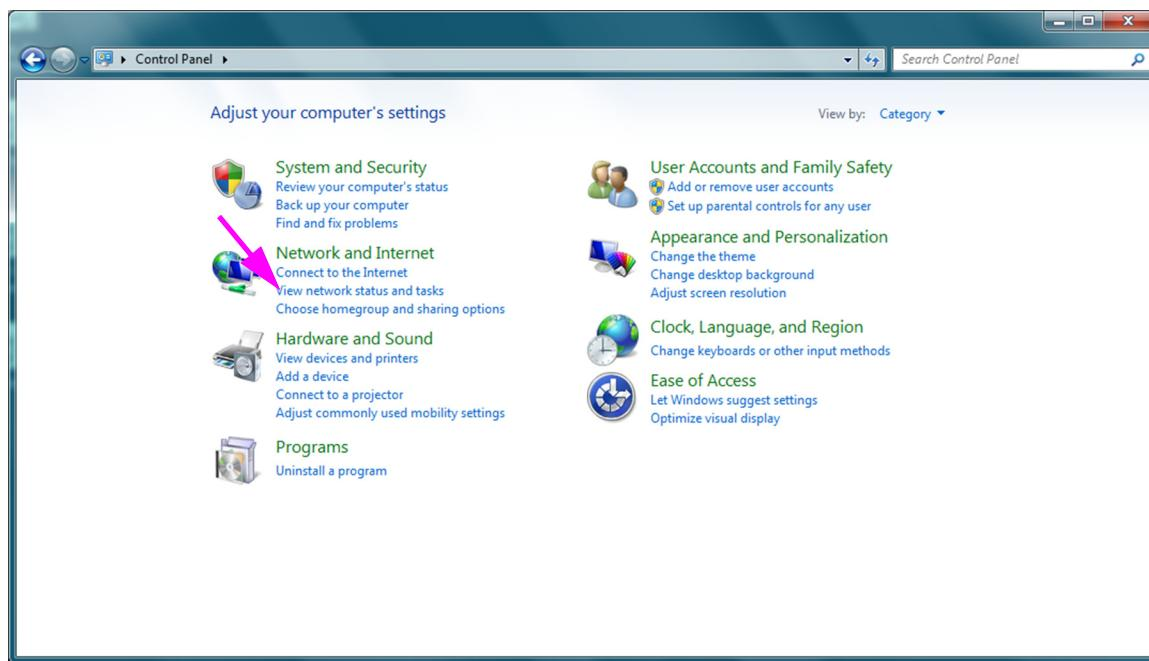

Figura 2-37. Janela All Control Panel Items (Todos os Itens do Painel de Controlo) - Vista por categoria
3. Selecione **Control Panel (Painel de controlo)**. Se a vista estiver definida para **Category (Categoria)**, é apresentado um ecrã semelhante ao da figura 2-37.